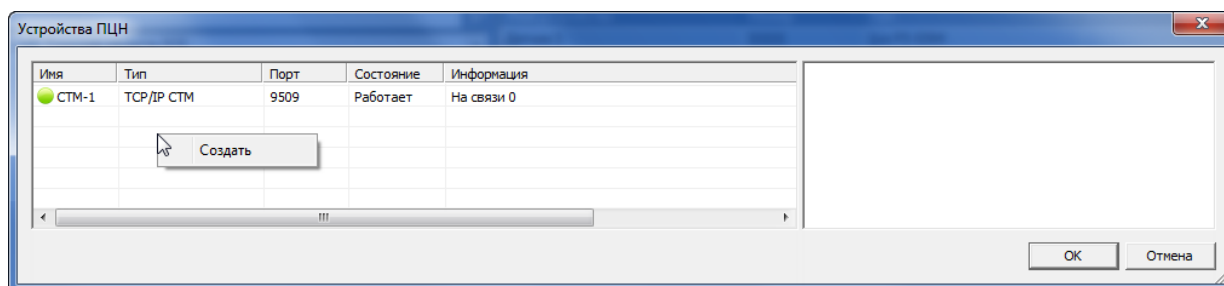

Рисунок 5.1 – Окно *Устройства ПЦН*
- 3) В открывшемся окне *Устройства ПЦН* щелкните правой кнопкой мыши по свободному месту и в контекстном меню выберите *Создать* (см. рисунок 5.1).